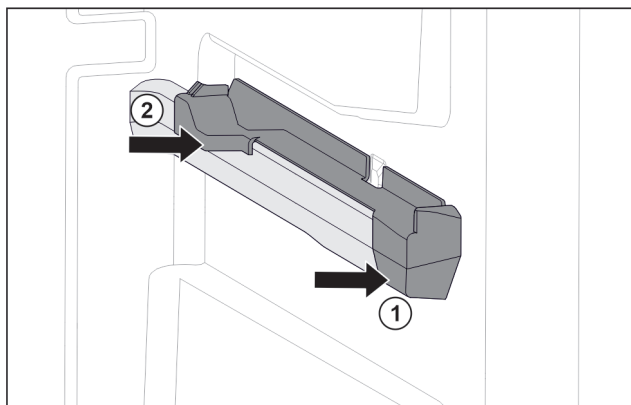

Fig. 151 Felhúzható elem a jobb oldali tartóbordán
- ▶ A felhúzható elemet elől tegye fel a tartóbordára. Fig. 151 (1)
- ▶ Hátul nyomja meg a felhúzható elemet. Fig. 151 (2)